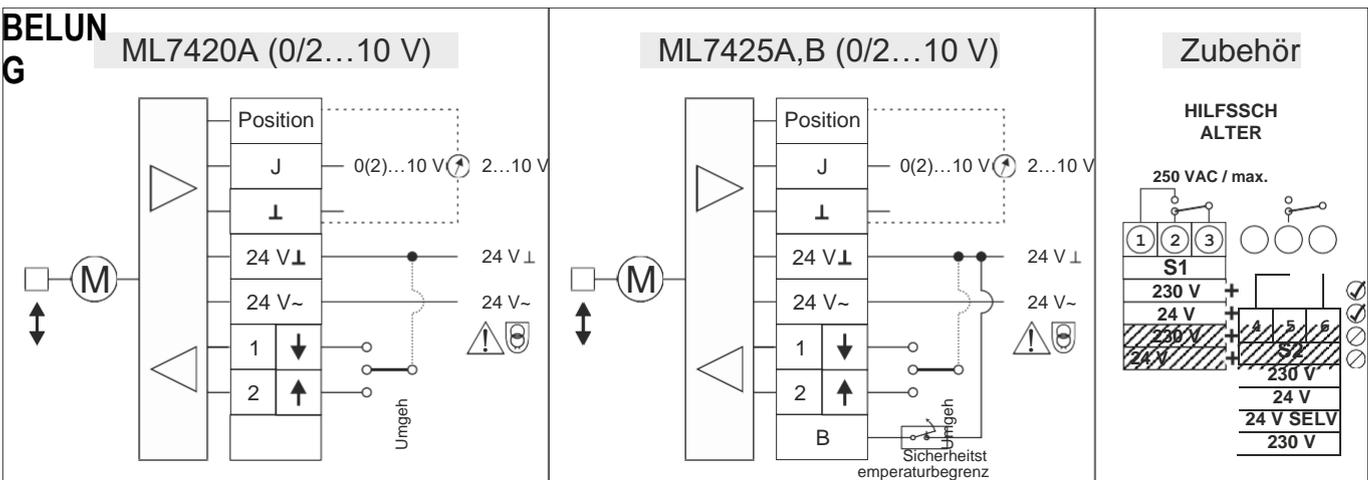

Abb. 3
Alle Stellantriebe sind mit einer integrierten Umgehungsfunktion ausgestattet (siehe auch Abb. 3).
**HINWEIS:** Um Fehlfunktionen zu verhindern, muss ein Anschluss an 24 VAC und Masse vorgenommen werden (siehe Abb. 3 auf Seite 4).